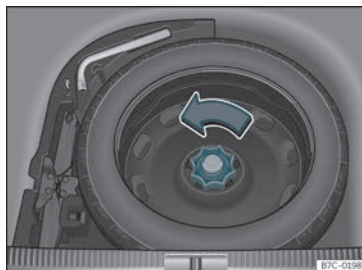

Fig. 197 Na bagageira: piso de carga levantado.
- Mova a roda no sentido contrário ao dos ponteiros do relógio»» Fig. 197.